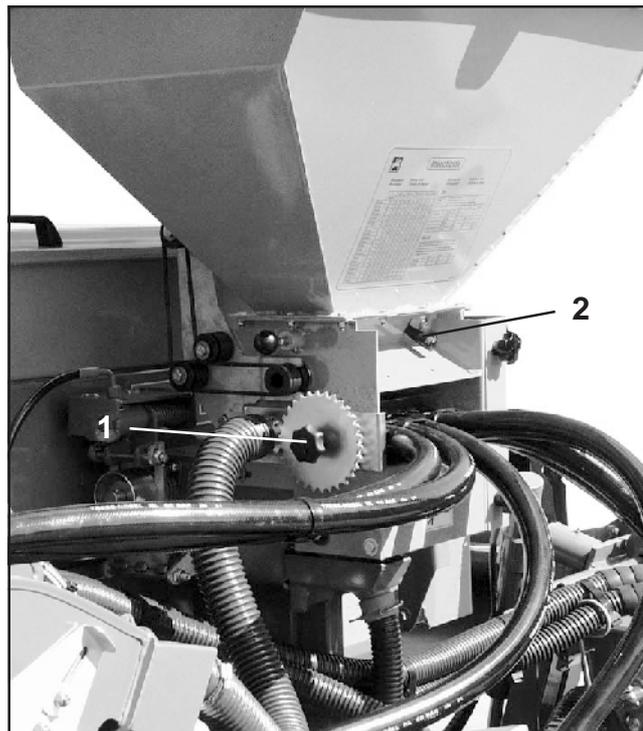

Fig. 4.1
- sich die Dosiereinheit in der Dosier-Position (Fig. 4.1) befindet und die Befestigungsschraube (4.1/1) fest angezogen ist.